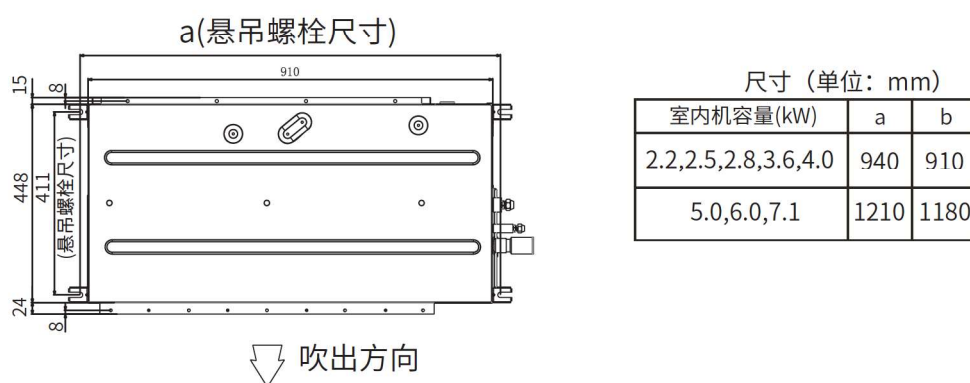

图3 悬吊螺栓 (单位: mm)
- (1) 标示悬吊螺栓位置、制冷剂管连接位置和排水管位置。
- (2) 安装尺寸如图3所示。